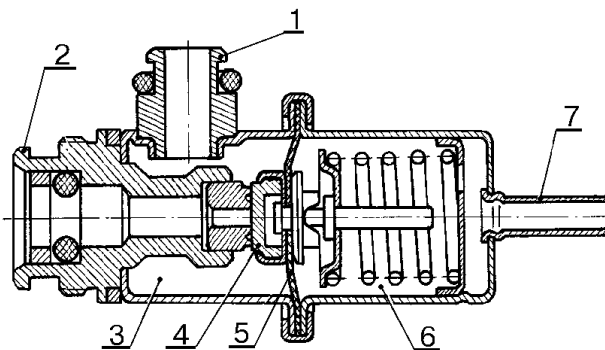

Рис.20 Регулятор давления топлива:
**Регулятор давления топлива, рис.20, установлен на рампе форсунок.**